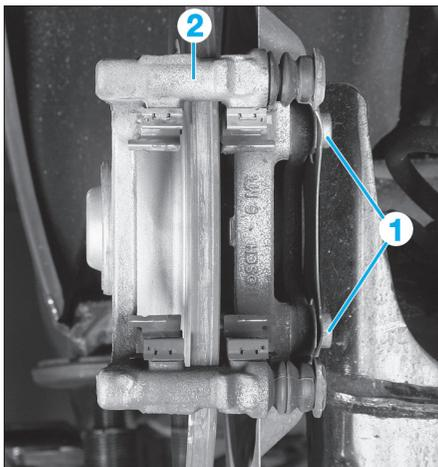
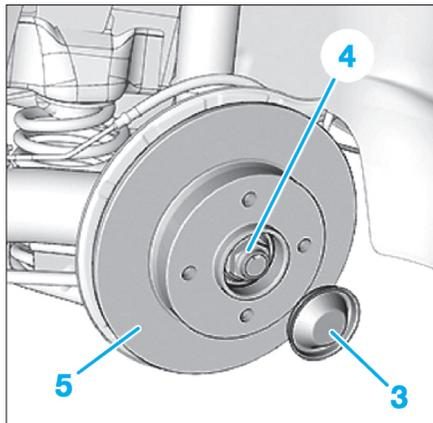

Fig. 24
Fig. 25
- les deux vis de fixation (1) du support d'étrier (2) (Fig.24),
- le support d'étrier (2),
- le capuchon d'étanchéité du moyeu (3) (Fig.25),
- l'écrou du moyeu (4),
- le moyeu-disque de frein arrière (5),